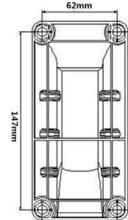

Fig.2
- Bevestig de montagebeugel als sjabloon, markeer de positie van elk van deze en boor vier gaten in de muur (Afb.2)